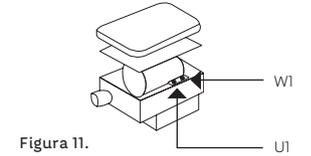

Figura 11.
1. Retira la tapa superior de la Bomba e identifica los *bornes* (tuercas) de la conexión U1, W1 (ver Figura 11).